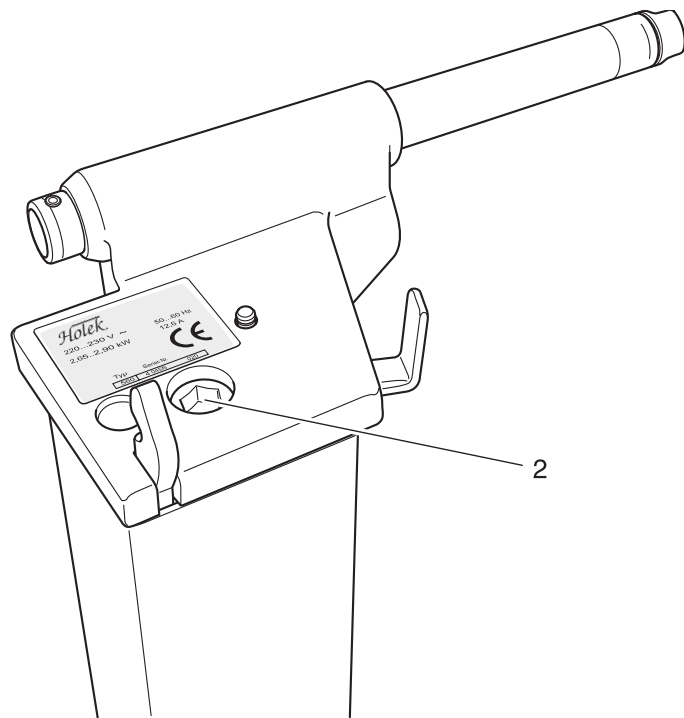

Fig. 17a
- Die Innensechskantschraube 2 herausdrehen (Fig. 17a).
- Den Schwenkarm aufsetzen (Fig. 17a).